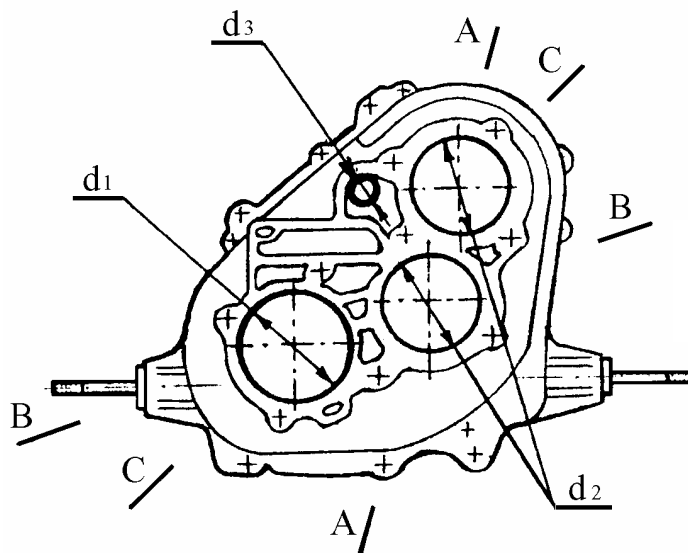

Рис.19. Картер раздаточной коробки.
4.1 КАРТЕР РАЗДАТОЧНОЙ КОРОБКИ 2121-1802010 (рис.19).